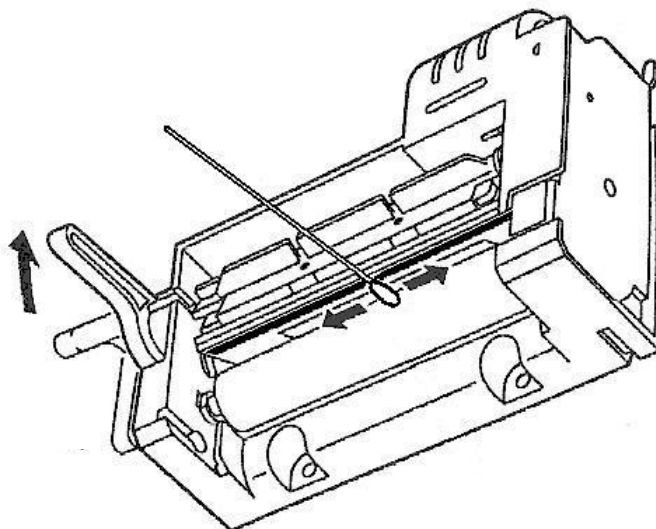

Рисунок 9.1- Чистка термоголовки
- бязевым тампоном, намотанным на деревянную палочку (спичку), смоченным этиловым или изопропиловым спиртом, протереть термоголовку (см. рисунок 9.1). Дать просохнуть термоголовке в течение нескольких минут.